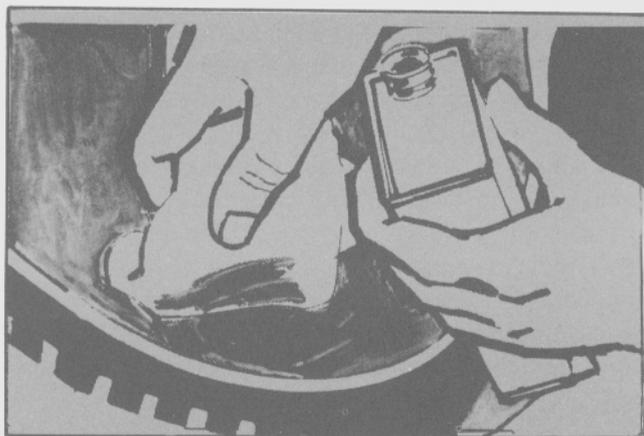

Fig. 21 Limpieza de la zona a reparar
- Localizado el daño, limpiar la zona alrededor del mismo con un limpiador adecuado. Usar un trapo limpio para quitar la suciedad (Fig. 21).